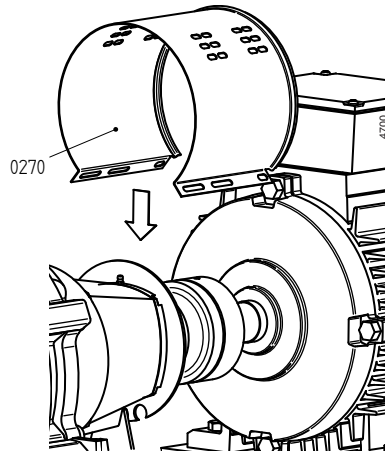

Figura 7: Instalação da cobertura do lado do motor.
- 2 Remova as duas coberturas (0270). Consulte a figura 7.